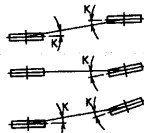
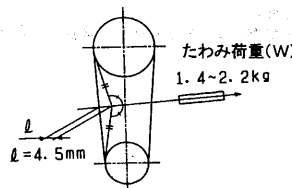

図3 プーリの平行度
図4 Vベルトの張力
ファンプーリと電動機プーリの平行度は下記規格を満足するようにセッティングしてください。(表2、図3)
- Vベルトの1本あたりの張力は図3のたわみ荷重(W)を満足し、適正たわみ量(ℓ=4.5mm)のたわみ荷重(W)が図4の範囲内にある様にセッティングしてください。